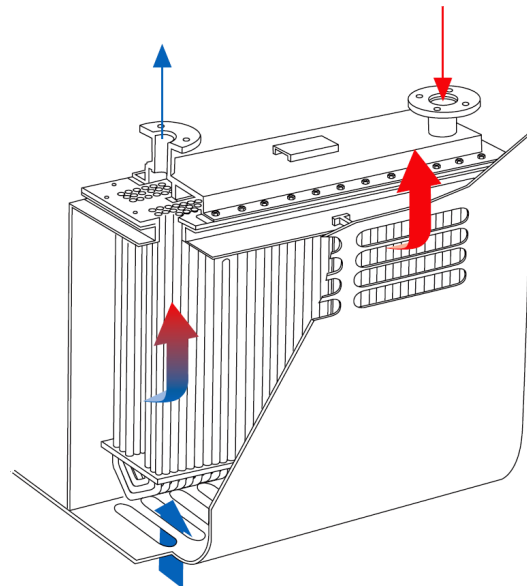

Ilustración 3b. Montaje longitudinal.
- **De forma longitudinal, paralelo a la crujía** (véase la ilustración 3b)
2. **De forma longitudinal (paralelo a la crujía):** este método es menos popular, ya que los marcos tienen que tener un diseño abierto para permitir posteriormente la instalación de la toma de mar (véase la ilustración 3b).